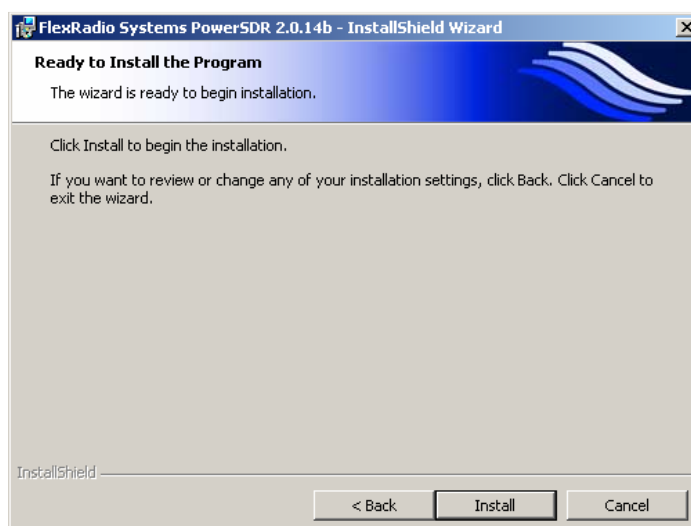

Abbildung 12: InstallShield Wizard – Wahl des Installationsverzeichnis
- F Sobald Sie **Next** betätigen, signalisiert Ihnen der InstallShield Wizard, dass er bereit zur Installation ist. (Abbildung 12).